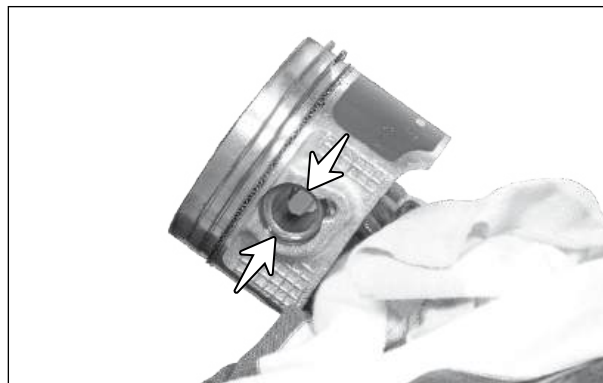

Fig. 3.88
- Remova o anel elástico do pistão (seta) de qualquer lado do pistão. (Fig. 3.88)